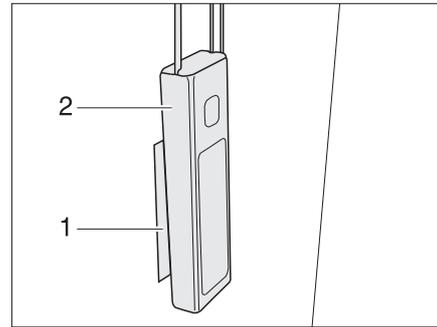

Bild 64 Schnurbeschwerer
- Schnurbeschwerer (Bild 64,2) auf den Klettverschluss (Bild 64,1) drücken.
- Schnurbeschwerer (Bild 64,2) vom Klettverschluss (Bild 64,1) abnehmen.